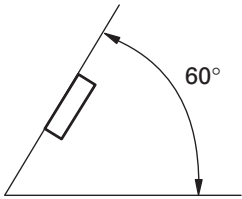

Fig. 3
- Si el ángulo de la instalación excede los 60° del lado horizontal, la unidad podría no brindar su óptimo funcionamiento. (Fig. 3)